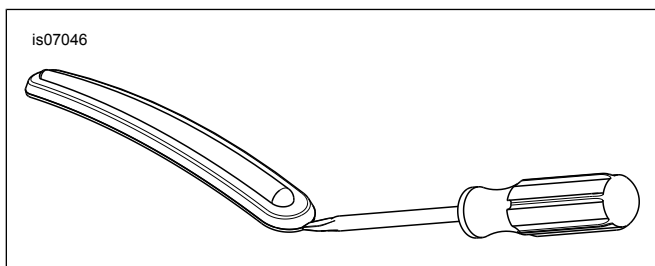

Figura 2. Quite la cinta decorativa del guardabarros
- Ver Figura 2 . Inserte la punta del destornillador entre el bisel cromado y la cinta decorativa de caucho.